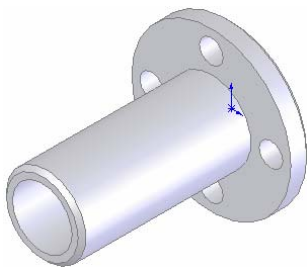

图 6-75 修改后的图形
④ 退出修改特征。单击“特征”工具栏中的“Instant3D”图标，退出 Instant3D 特征操作。此时图形如图 6-75 所示。